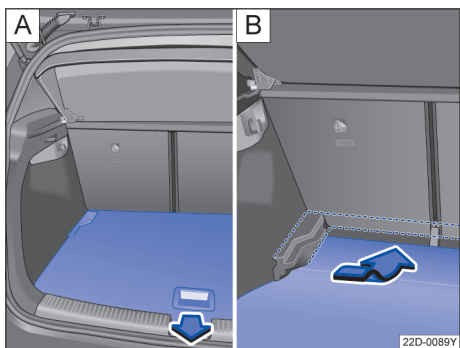

图 131 行李厢内：竖起行李厢底板（视装备而定）
- 拉起行李厢地板，然后将它从行李厢侧面的导轨中向后拉出→图 131。
- 将行李厢地板插入所需高度的导轨中，然后向前推到底→图 131。